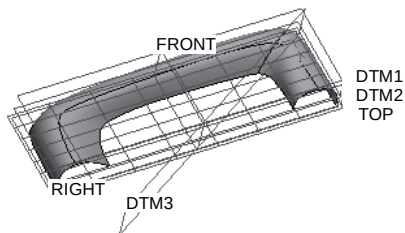

图 8.8.57 TOP 为活动平面
(1) 单击 **样式** 功能选项卡 **平面** 区域中的“设置活动平面”按钮 ，选取 TOP 基准平面为活动平面，此时模型如图 8.8.57 所示。